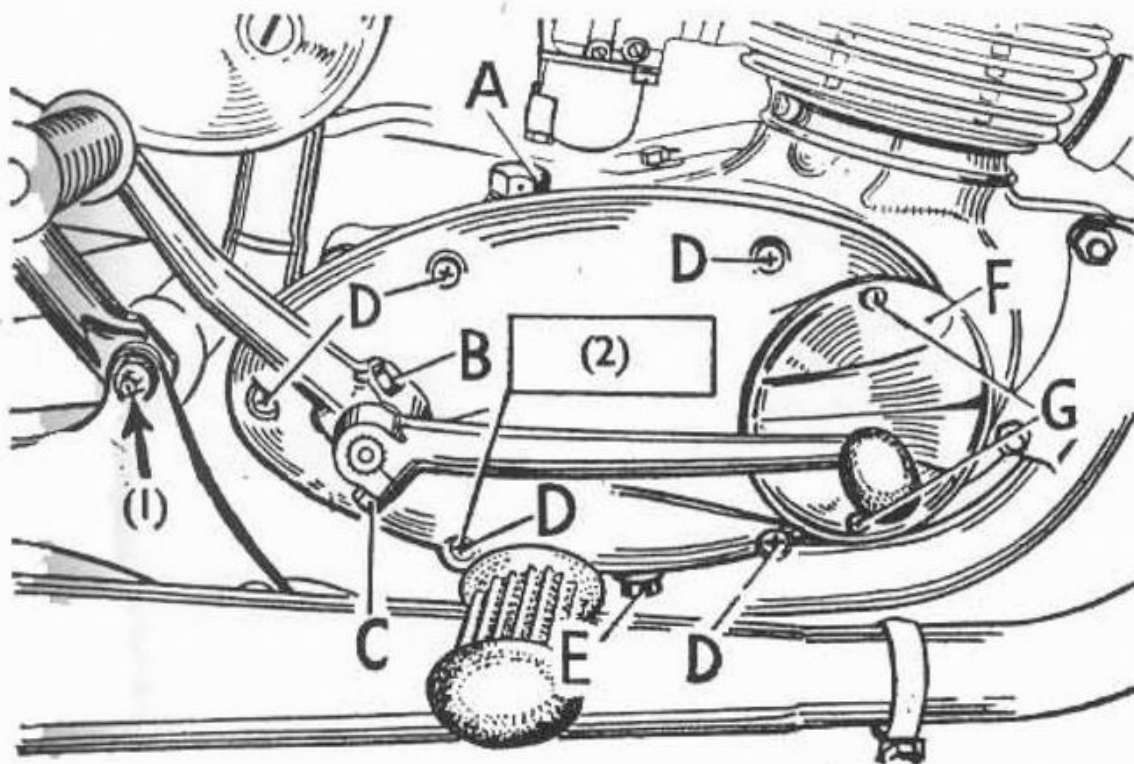

Fig. 15. Vite livello olio del cambio e coperchio del ruttore (Bantam).
Per sostituire l'olio del cambio, togliere il tappo di spurgo (E), sottostante (Fig. 15) indi scolare l'olio. Lavare accuratamente il cambio, con olio di seiacquo, indi rabboccare nuovamente al prescritto livello, attraverso l'apposito foro di rifornimento (A) Fig. 15.
Il livello è indicato dalla vite (D) Fig. 15, situata sul coperchio dietro il pedale appoggiapiedi, la quale è verniciata in rosso, per facilitarne l'identificazione. Essa deve venir tolta quando si rabbocca il cambio. Versare il olio fino a che fuoriesca dal foro di livello, lasciar scolare l'eccedenza, indi ricollocare e bloccare la vite di livello e, successivamente, il tappo del foro di rifornimento.